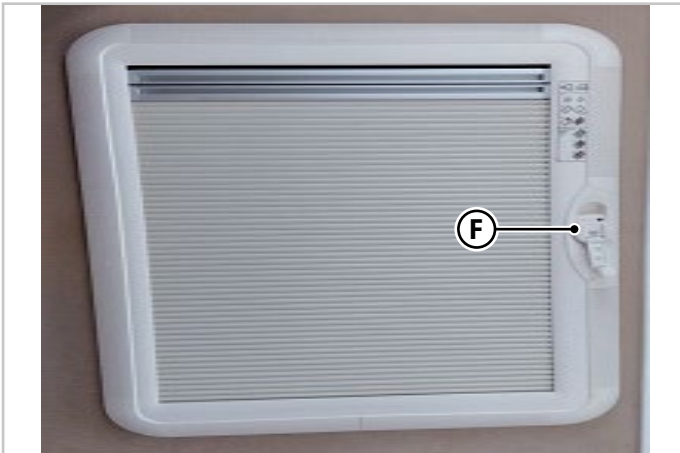

Abb.6.7 - Klappbare Dachluke - Typ B
Klappbare Dachluke - Typ B (Abb.6.7)
- Heben Sie den Sicherheitsgriff an (**F** - Abb.6.7) und drehen Sie ihn gegen den Uhrzeigersinn, um die Dachluke in die gewünschte Position anzuheben.